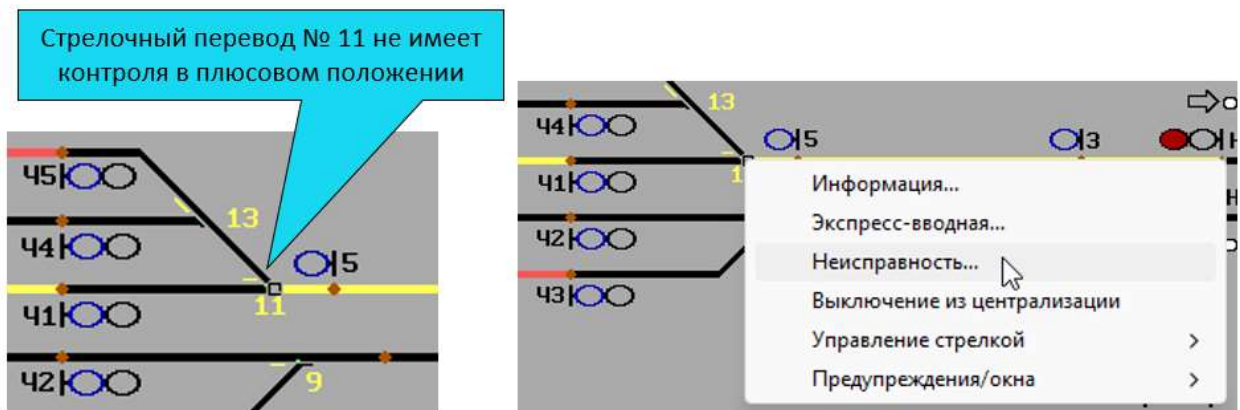

Рис. 1. Фрагмент пульт-табло станции при неисправности стрелочного перевода №11.
1. Навести курсор «мыши» на неисправный объект, нажать правую клавишу и в появившемся вспомогательном меню выбрать пункт «Неисправность» (рис. 1).